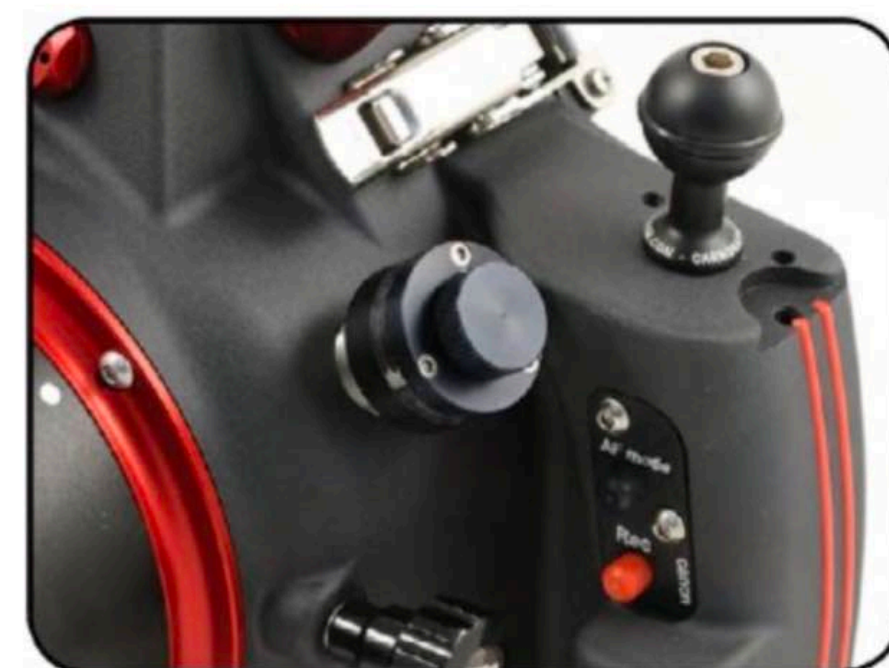

Fig. 1
10. Riposizionare e serrare il Tappo protettivo. (Fig. 1)